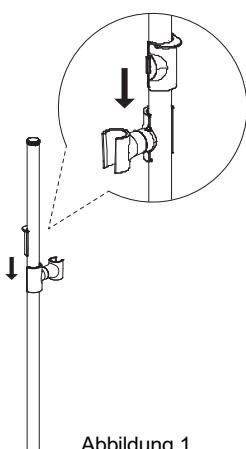

Abbildung 1
- a) Verbinden Sie die Erhöhungsstange mit der Thermostatbrausestange (Abbildung 1/2) und markieren Sie die Position des Rohrabschlusses an der Wand (Abbildung 3).